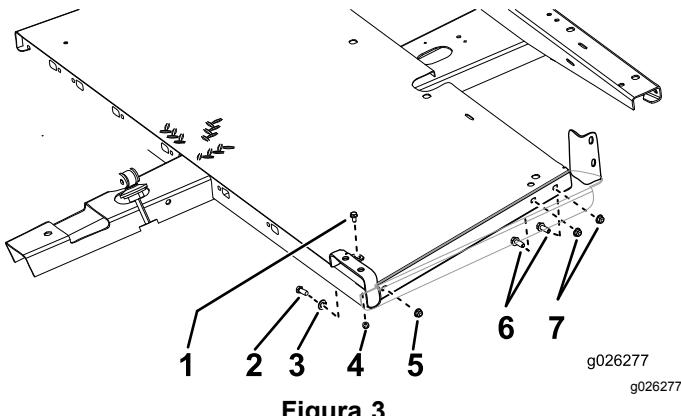

Figura 3
- Fissate i pianali al telaio come illustrato in Figura 3.